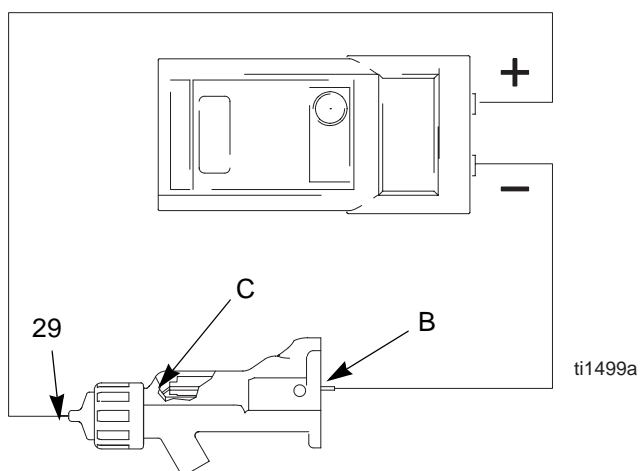

Fig. 6. Prova della resistenza degli elettrodi
1. Inserire un perno conduttivo (B) nel corpo della pistola (rimosso per la prova dell'alimentatore) e nel contatto di metallo (C) nella parte anteriore del corpo.
2. Misurare la resistenza fra l'asta conduttiva (B) e l'elettrodo (29). La resistenza deve essere compresa tra i 20 ed i 30 megohm. Vedere FIG. 6.